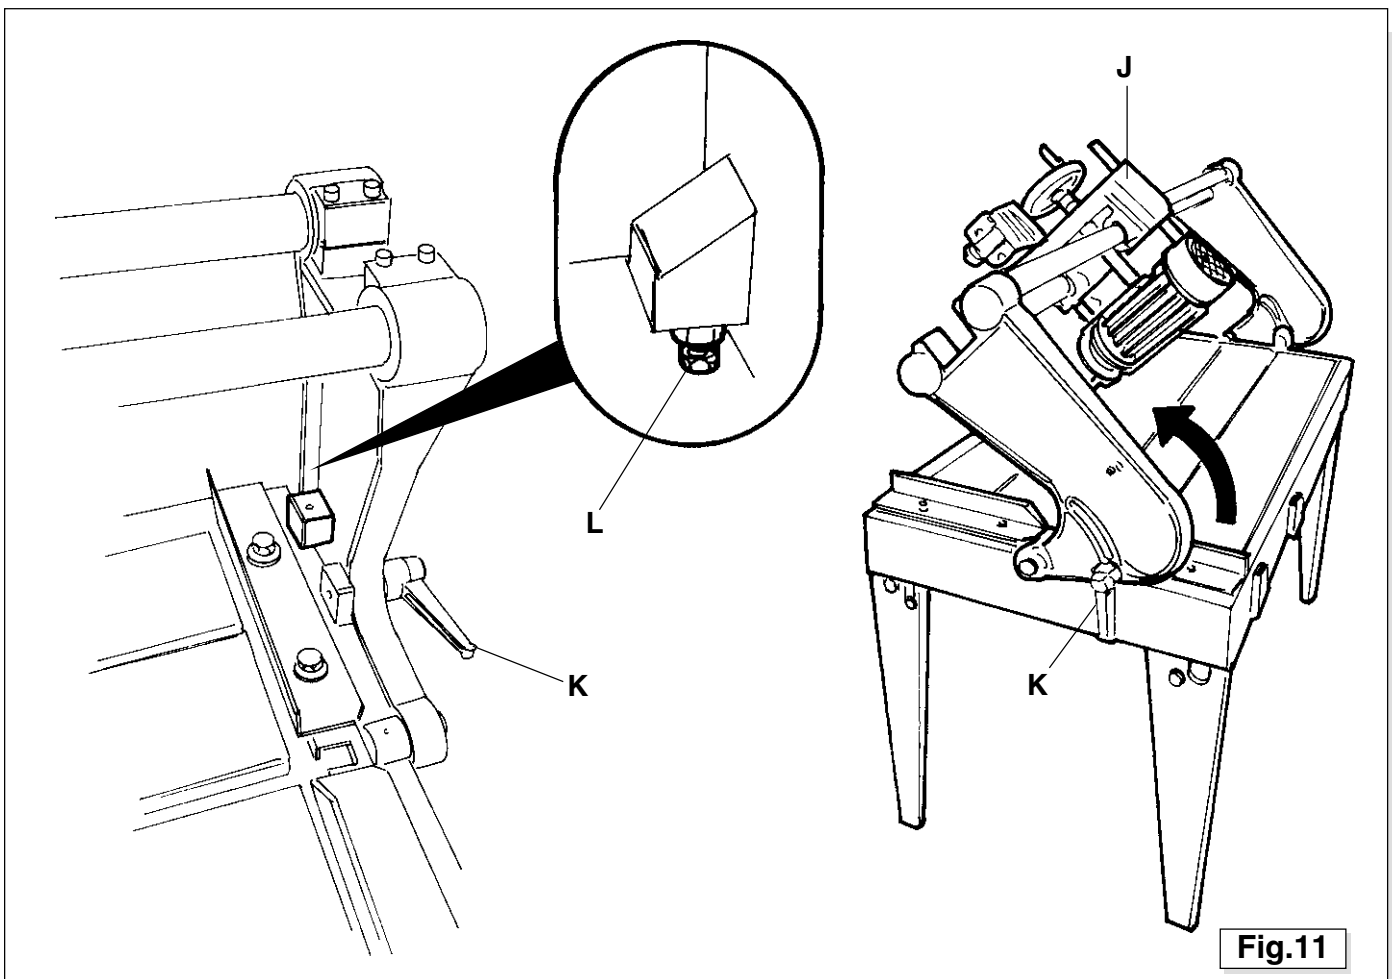

Fig.11
- Pour régler l'inclinaison de la tête **J** (Fig. 11) (de 0° à 45°), il faut relâcher les deux leviers jaccard **K** (Fig. 11) placés sur les côtés de la machine et incliner manuellement le coulisseau jusqu'à la valeur désirée, bloquer la position en serrant à nouveau les leviers jaccard.
Pour calibrer correctement l'angle à 0°, intervenir sur les vis de réglage **L** (Fig. 11).